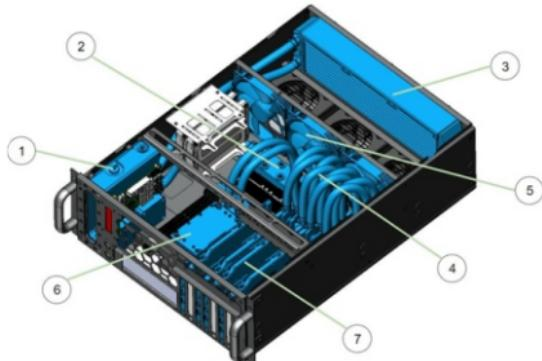

Рисунок 9 – Система охлаждения изделия
1.5.3.1 Система охлаждения состоит из следующих элементов (рисунок 9):
- резервуар системы охлаждения с циркуляционными насосами (1), через который также осуществляется заправка и слив ОЖ;
- коллектор (2), который распределяет охлажденную ОЖ, выходящую из резервуара по теплообменникам встраиваемых PCI-E устройств и собирает нагретую ОЖ для ее последующего централизованного подвода в радиаторы охлаждения;
- радиаторы системы охлаждения (3), в которых тепло от ОЖ передается воздуху, нагнетаемого вентиляторами;
- трубы из силикона и/или EPDM (этилен-пропилен каучук) (4), которые служат для обеспечения циркуляции ОЖ между элементами системы;
- вентиляторы (5), предназначенные для подачи воздуха на элементы системы с пассивным охлаждением и обеспечения циркуляции воздуха через радиаторы системы охлаждения;
- теплообменники центрального (6) и графического процессоров (7), которые отводят тепло от наиболее нагретых элементов, установленных на платах устройств и передают его в ОЖ.